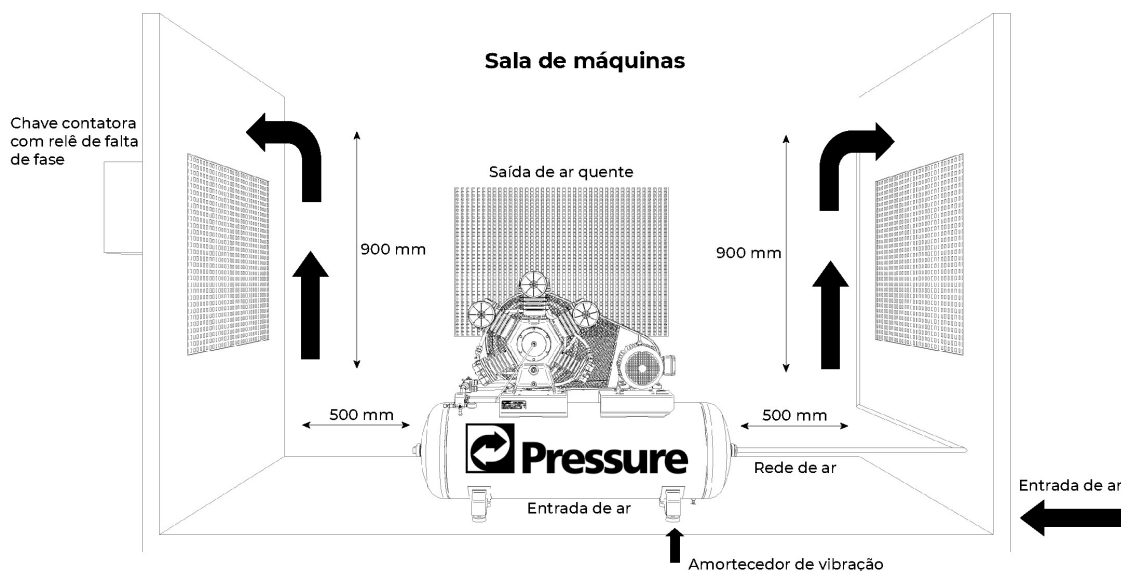

Figura 02 - Instalação
- O compressor deve ser instalado em um pavimento sólido (base de concreto) conforme figura 02, e horizontal de forma que suporte devidamente o peso do equipamento mais o peso do líquido (água) quando do teste hidrostático.
- O reservatório de ar **NÃO** pode ser chumbado rigidamente ao pavimento, o mesmo deve obrigatoriamente ser instalado com amortecedores de vibração (quando o modelo não acompanha) entre o pé do reservatório e a base de concreto, conforme (figura 02). Estes devem ser adequados para o peso e vibração do produto.
- Respeitar as distâncias mínimas de instalação (figura 02) a fim de garantir uma boa ventilação durante o funcionamento e facilitar o acesso à eventual manutenção e inspeção do produto.
- em uma sala de máquinas de preferência (figura 02), o local deve ser coberto, com boa ventilação, livre de poeira, umidade, produtos químicos ou qualquer outro tipo de poluição. Quando não possível, instalar tubulação de sucção externa de forma que o ar admitido seja o mais limpo possível para uma vida útil longa de seu compressor.